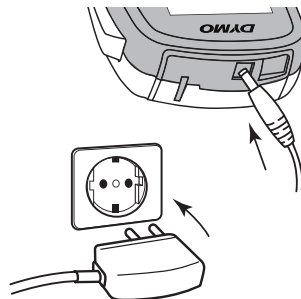

Afbeelding 1
- 1 Schuif het klepje van het batterijcompartiment van de labelmaker open. Zie Afbeelding 1.
- 2 Plaats de batterij in het batterijcompartiment zoals afgebeeld in Afbeelding 1.
- 2 Schuif het klepje van het batterijcompartiment van de labelmaker open. Zie Afbeelding 1.